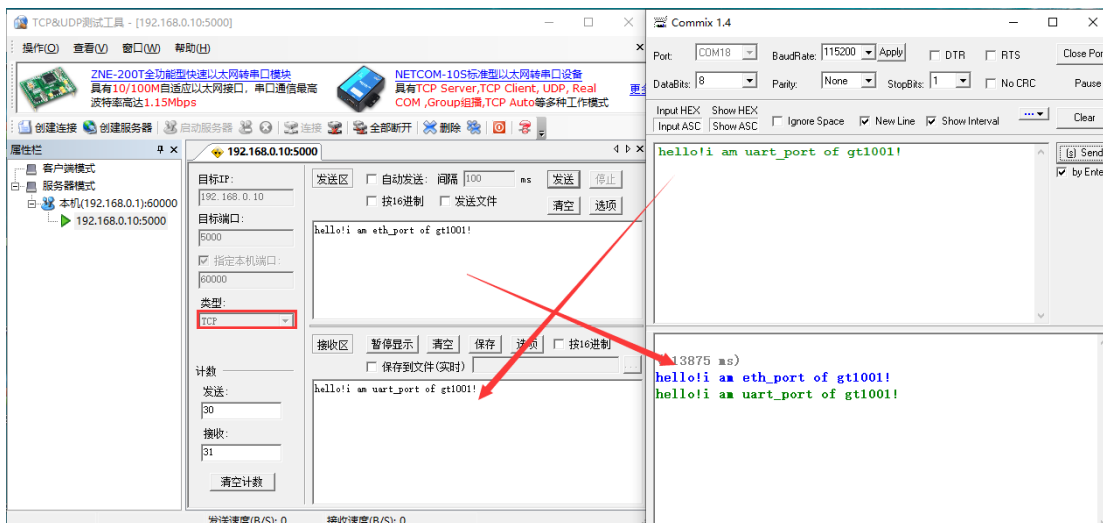

图 6-14 TCP Client 模式通信界面
4) 模块作为客户端主动向电脑发送连接申请建立连接, 打开后可直接进行通信, 通信界面如图 6-14 所示。